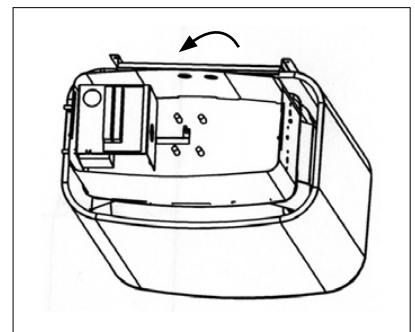

Abb. 5.
- Bringen Sie schließlich die Bodenplatte und die Reglerknebel wieder an (Abb. 5).